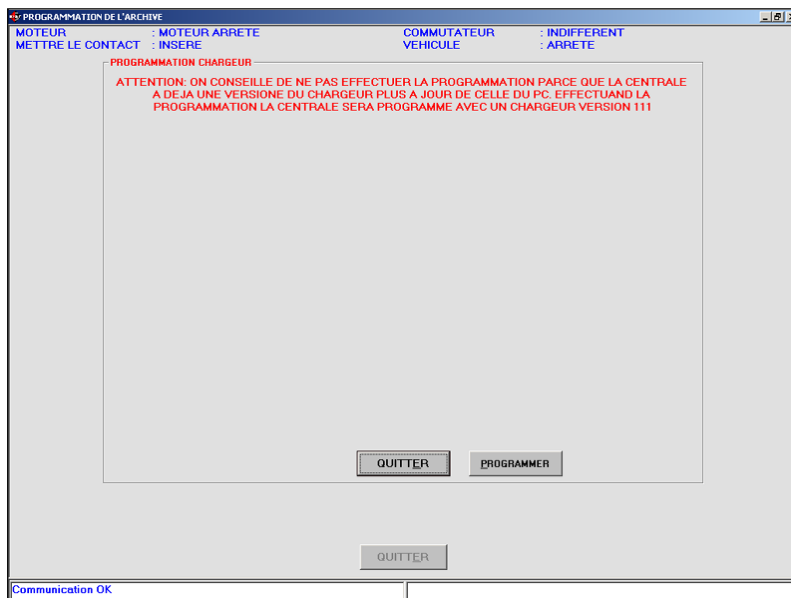

Fig. 4.40e: Mise à jour du chargeur si sur la centrale sa version est supérieure au PC
4. La centrale a déjà une version de chargeur plus à jour que celle du PC. Cette éventualité se présente par exemple si le PC n'a pas été mis à jour avec les dernières versions de chargeur: dans ce cas il est vivement conseillé de mettre à jour le PC. La page-écran est celle en figure 4.40e, dans laquelle le message au centre de l'écran avertit qu'il est mieux de ne